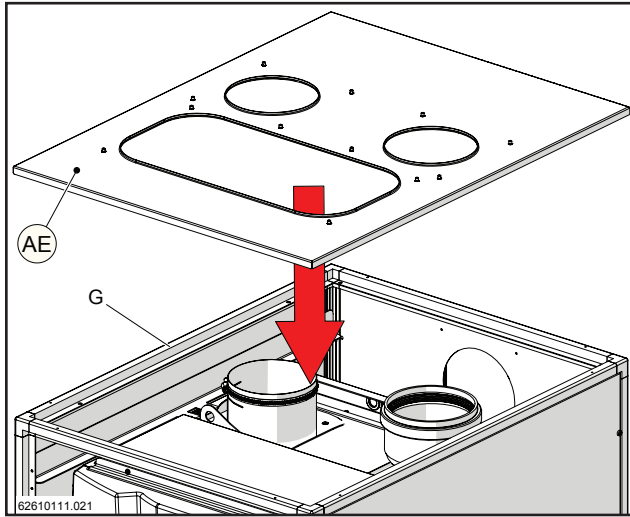
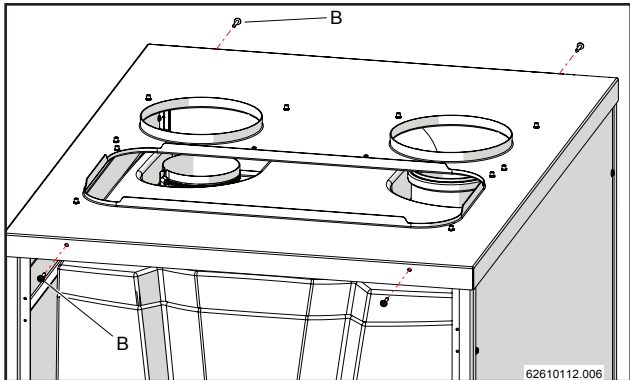

Figure 15-23
Figure 15-24
- 13.- Appliquer le couvercle supérieur (AE) comme dans la figure 15-23 et fixer a le cadre supérieur "G" avec les vis "B" (figure 15-24), en correspondance de les trous présents.